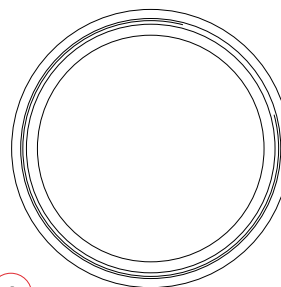

Fig.2
2. Dévisser complètement la couronne CX (2) dans le sens anti-horaire. Positionner la couronne CX (2) à la gauche du boîtier (figure 2), elle servira de support au fond du boîtier.